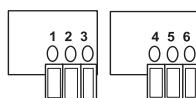

Рисунок 10
• **Модуль интерфейса RS485 ("B")** (см. рисунок 10)